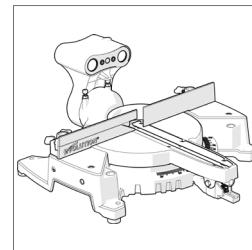

Fig. 1a
- A base e o colar cónico. (**Fig. 1a**)